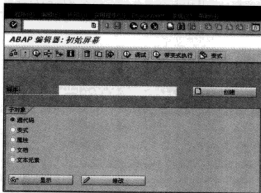
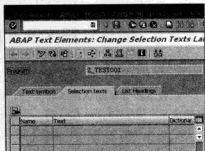

图 11-4 “ABAP 编辑器：初始屏幕”界面
图 11-7 设置屏幕筛选字段属性
STEP 1 在 SAP 系统菜单中选择“工具→ABAP/4 工作台”菜单(或者在命令栏中输入 SE38 命令)，出现“ABAP 编辑器：初始屏幕”界面，如图 11-4 所示。
STEP 5 对于某些程序初始界面有筛选条件的字段, 可以在图 11-4 中选择“文本元素”选项, 然后单击“修改”按钮, 系统会弹出“文本要素”编辑界面, 如图 11-7 所示。在此界面中, 选择“Selection texts”选项页即可针对筛选条件字段进行文本描述的编辑。
STEP 6 如果对于已经创建完的程序要更改标题, 也可以在图 11-4 中选择“ABAP/4 编辑器初始屏幕”中的“属性”选项, 然后单击“修改”按钮即可重新进入到“程序属性设置”界面。